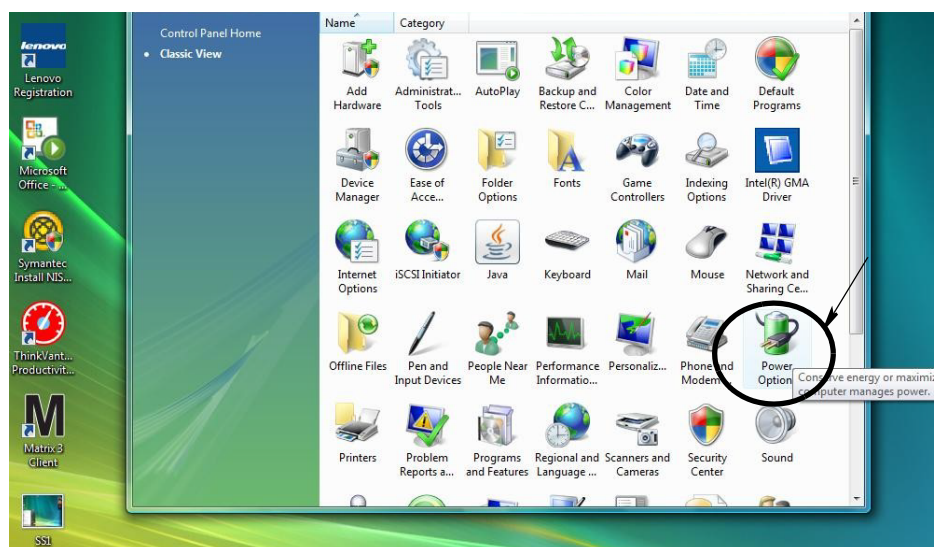

FIG. 33
2. Seleccione el icono Opciones de energía (FIG. 33).